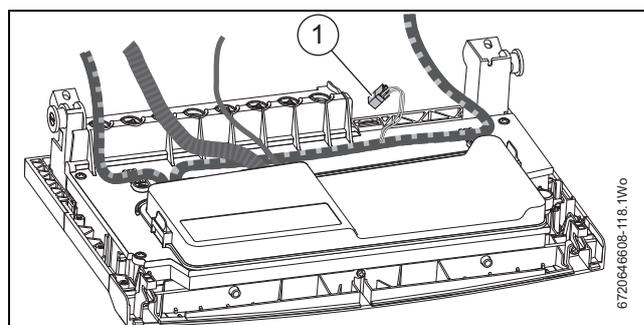

Fig. 25 Conector no usado
Véase la fig. 25. El conector (1) en el cableado no posee ninguna función en este aparato.